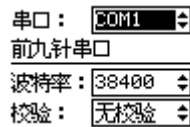

图 4-12 串口子菜单显示界面
(3) 串口参数: 主要完成串口的 “波特率” 和 “奇偶校” 验设置。按方向键及 “+、-” 键, 修改所要设置的参数, 按退出键, 返回到上一级菜单, 如图 4-12 所示界面。